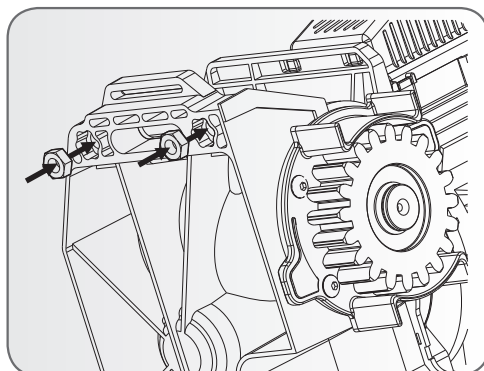

FIGURA 14
2. Los conductos de cable o prensacables SWA deben terminar en el reborde de terminación de cable proporcionado en la placa de base, como se muestra en la Figura 14